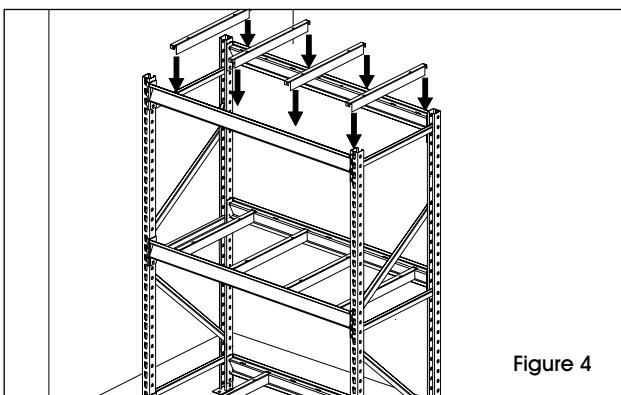

Figure 4
- Installez les supports de tablette sur les traverses de soutien en insérant les brides dans les fentes des traverses. (Voir Figure 4)